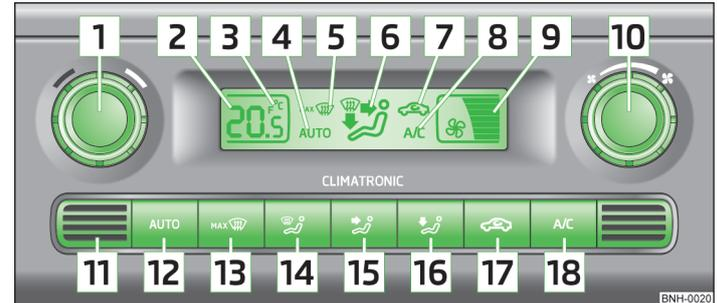

Fig. 61 Climatronic : organes de commande
- > **AC** **18** » fig. 61 » page 65 enclenché.
- > Appuyez sur la touche **AUTO** **12** » fig. 61 » page 65.
Appuyez simultanément sur les touches **AUTO** et **AC** » fig. 61 » page 65 et maintenez-les enfoncées. L'écran affiche les chiffres conformément à l'unité de mesure de température désirée.
Le capteur de température de l'habitacle **11** » fig. 61 » page 65 se trouve sur la partie inférieure de l'appareil. Ne rien coller sur le capteur et ne le recouvrez pas, comme ceci pourrait altérer le fonctionnement du Climatronic.
- Appuyez sur la touche **(AUTO)** **12** » fig. 61 et **AUTO** s'affiche à l'écran.
- Après la mise du contact, utilisez le sélecteur **1** » fig. 61 » page 65 pour régler la température de l'habitacle souhaitée.
- Appuyez sur la touche **(RECYCLAGE)** **17** » fig. 61 » page 65 : le symbole  s'affiche sur le visuel.
- Appuyez de nouveau sur la touche **(RECYCLAGE)** **17** » fig. 61 » page 65 : le symbole  s'affiche sur le visuel.
➤ Faites tourner le sélecteur **10** » fig. 61 » page 65 vers la gauche (réduction de la vitesse de soufflante) ou vers la droite (augmentation de la vitesse de la soufflante).
➤ Appuyez sur la touche **MAX** **13** » fig. 61 » page 65.
➤ Appuyez de nouveau sur la touche **MAX** **13** » fig. 61 » page 65 ou sur la touche **AUTO**.